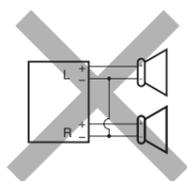
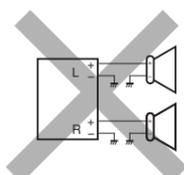
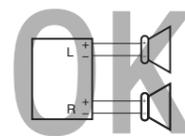

Fig. 1
Fig. 2
Fig. 3
- ② Jaune: a la batterie de la voiture (12V constant)
- ③ Rouge: à la prise accessoire
- ④ Bleu à bandes blanches: à l'antenne automatique (200mA max.)
- ⑤ Autres: aux enceintes
- If the speaker wiring in your car is as illustrated in Fig. 1 and Fig. 2 below, **DO NOT** connect the unit using that original speaker wiring. If you do, the unit will be seriously damaged. Redo the speaker wiring so that you can connect the unit to the speakers as illustrated in Fig. 3.
- If the speaker wiring in your car is as illustrated in Fig. 3, you can connect the unit using the original speaker wiring in your car.
- Si el conexionado de altavoz de su automóvil es como se indica en las Figs. 1 y 2 de abajo, **NO** conecte la unidad utilizando ese conexionado de altavoz original. Si lo hace, se producirán daños graves en la unidad. Vuelva a efectuar el conexionado de altavoz de manera que pueda conectar la unidad a los altavoces de la manera indicada en la Fig.3.
- Si el conexionado de altavoz de su automóvil es como se indica en la Fig.3, podrá conectar la unidad utilizando el conexionado de altavoz original de su automóvil.
- Si le câblage des enceintes de votre voiture est réalisé comme montré sur la Fig. 1 ou Fig. 2 ci-dessous, **NE CONNECTEZ PAS** l'appareil en utilisant ce câblage original d'enceintes. Si vous le faites, l'appareil sera sérieusement endommagé. Recommencez le câblage des enceintes de façon que vous puissiez connecter l'appareil aux enceintes comme montré sur la Fig. 3.
- Si le câblage des enceintes de votre voiture est comme montré sur la Fig. 3, vous pouvez connecter l'appareil en utilisant ce câblage original d'enceintes pour votre voiture.